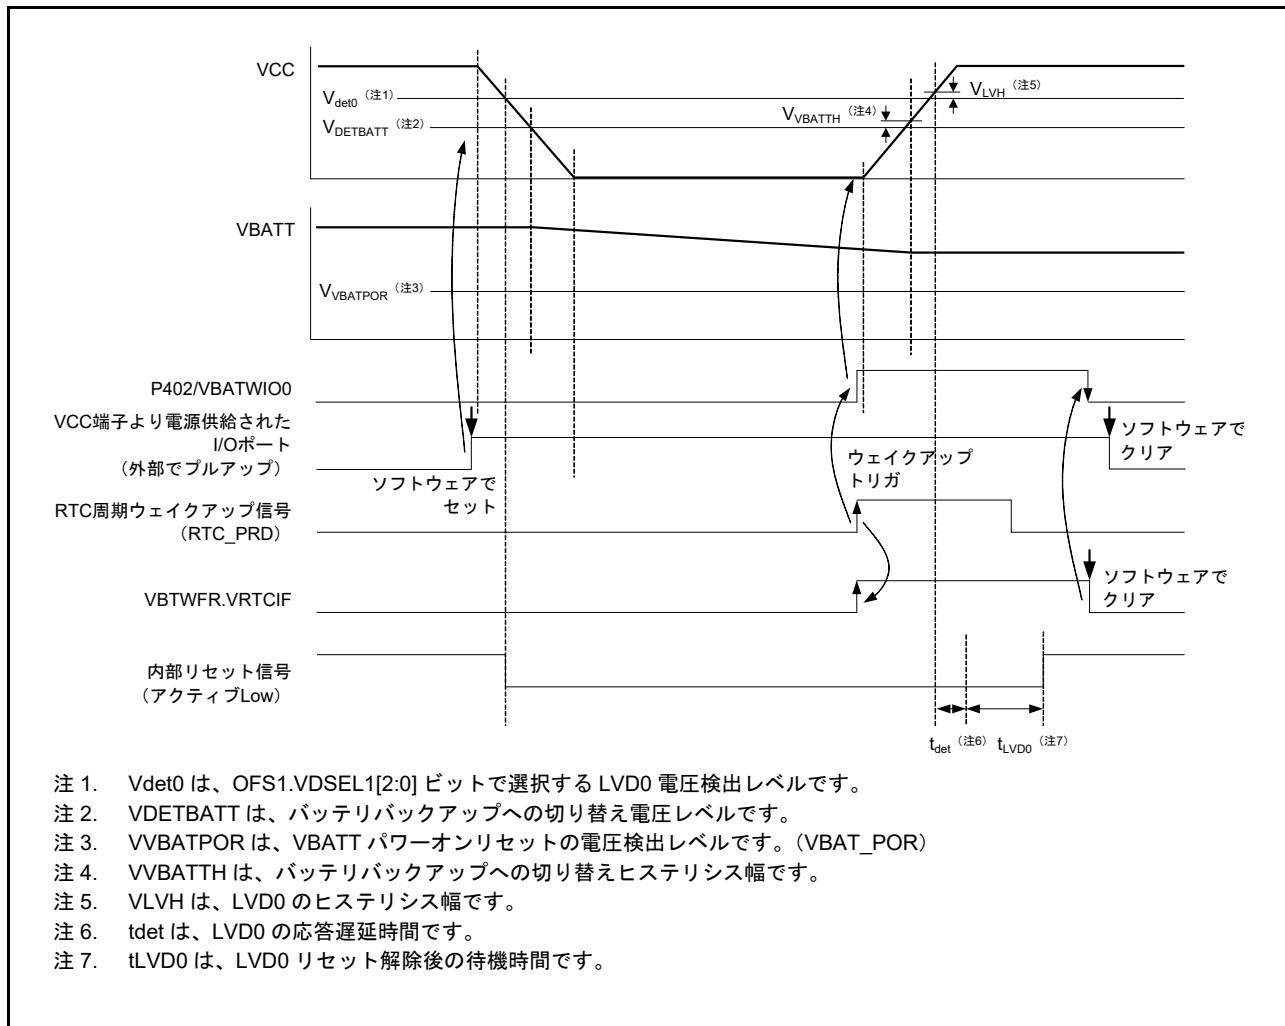

図 12.5 VBATT ウェイクアップ機能のタイミング図
3. VBTWFR レジスタを読み出して、VBATT ウェイクアップトリガ要因を確認します。図 12.5 の例では、VBTWFR.VRTCIF ビットが 1 になります。
4. VBTWFR レジスタの対応するビットを 0 にクリアすると、VBATWIO0 ポートでトグル出力が開始されます。図 12.5 の例では、VBATWIO0 ポートは High から Low にトグルします。